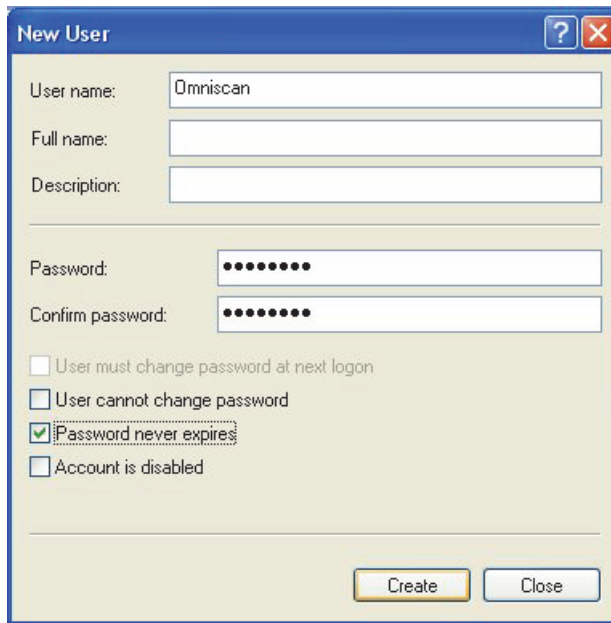

Figura 7-12 Cuadro de diálogo New User (Windows XP)
5. En el campo de texto **User name** (Nombre de usuario), dentro del cuadro de diálogo **New User** (Nuevo usuario), introduzca **Omniscan**, respetando las mayúsculas y minúsculas. Véase la Figura 7-12 en la página 222.